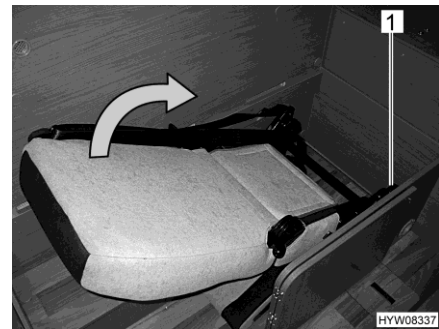

Bild 27 Fälla ut extrastol 2
- Tryck spaken (Bild 27,1) och håll den nedtryckt.